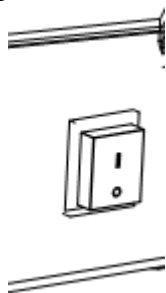

Figura 2
- a. Portare l'interruttore in posizione I e controllare che la ventola funzioni correttamente. (Figura 2)